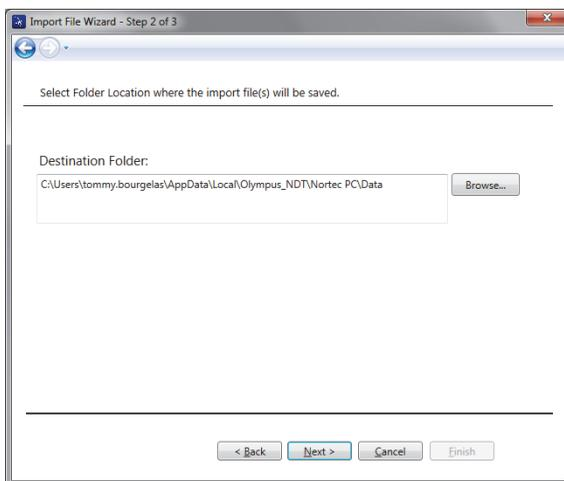

Figura 6-2 La selezione della cartella dell'Import File Wizard
2. Usare il pulsante **Browse** (sfoglia) per scegliere la cartella dove si vogliono salvare i file importati ed in seguito cliccare su **Next** (avanti) [vedere Figura 6-2 a pagina 320].